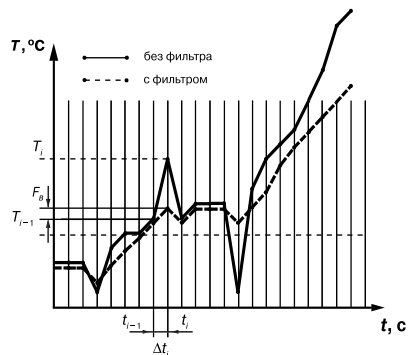

Рис. 3
3.2.4.2. Во-первых, фильтр устраняет сильные единичные помехи (рис. 3).
Если измеренное значение T_i отличается от предыдущего T_{i-1} на величину, большую, чем значение параметра F_g (заданная «полоса фильтра»), то прибор присваивает ему значение равное $T_{i-1} + F_g$ (рис. 3). Таким образом характеристика сглаживается.
Как видно из рис. 3, малая ширина полосы фильтра приводит к замедлению реакции прибора на быстрое изменение входной величины. Поэтому при низком уровне помех или при работе с быстроменяющимися процессами рекомендуется увеличить значение полосы фильтра или отключить действие этого параметра. При работе в условиях сильных помех для устранения их влияния на работу прибора необходимо уменьшить значение в параметре «полоса фильтра».